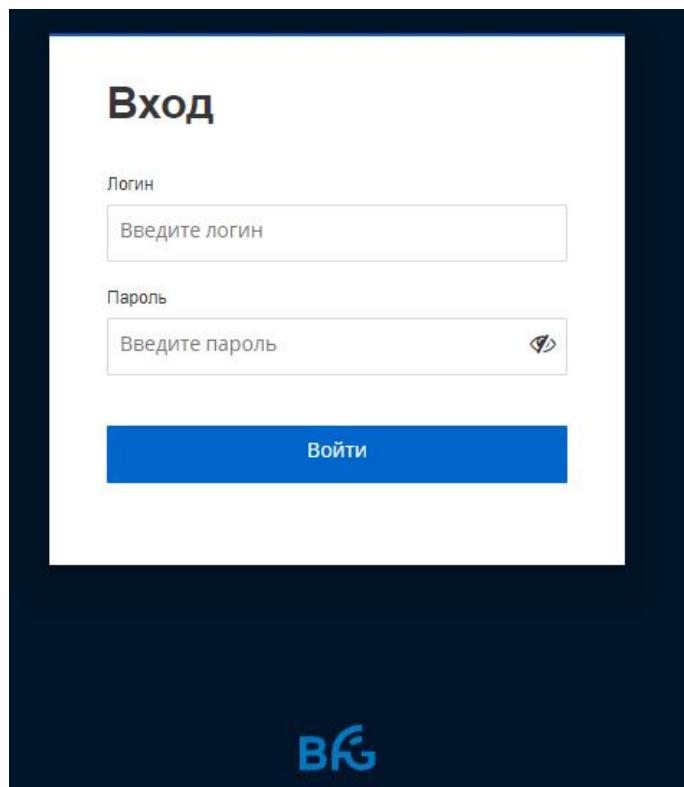

Рисунок 69
2. В открывшемся окне авторизации (Рисунок 69) указать логин и пароль, затем нажать на кнопку **Войти**. В случае успешного ввода данных осуществится переход в основное окно профиля (Рисунок 72).